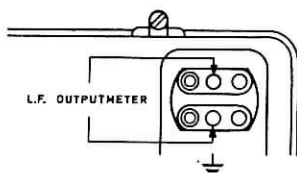

fig. 13
14. Sluit op de telefoonaansluiting (zie fig. 13) de L.F.-outputmeter aan (impedantie 400 ohm) en de distorsiemeter.